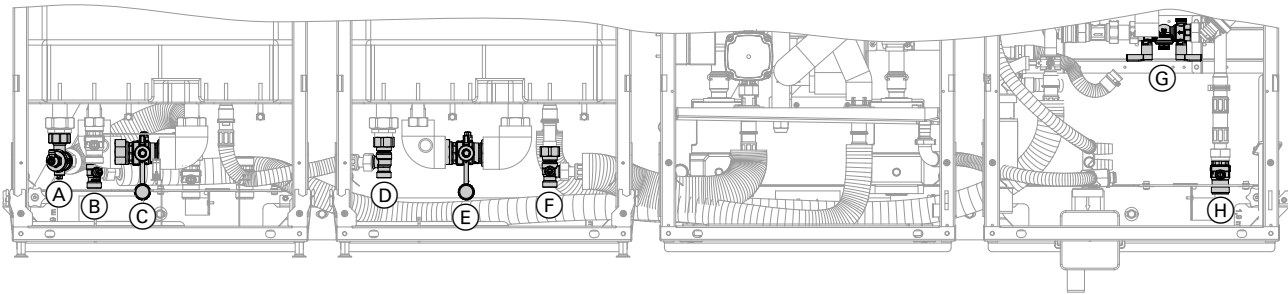

Abb. 83
3. Ventil am Entleerungs- und Absperrhahn Verbindung Speicherzylinder (siehe Pos. Ⓔ in Abb. 83) > 5 s schließen.